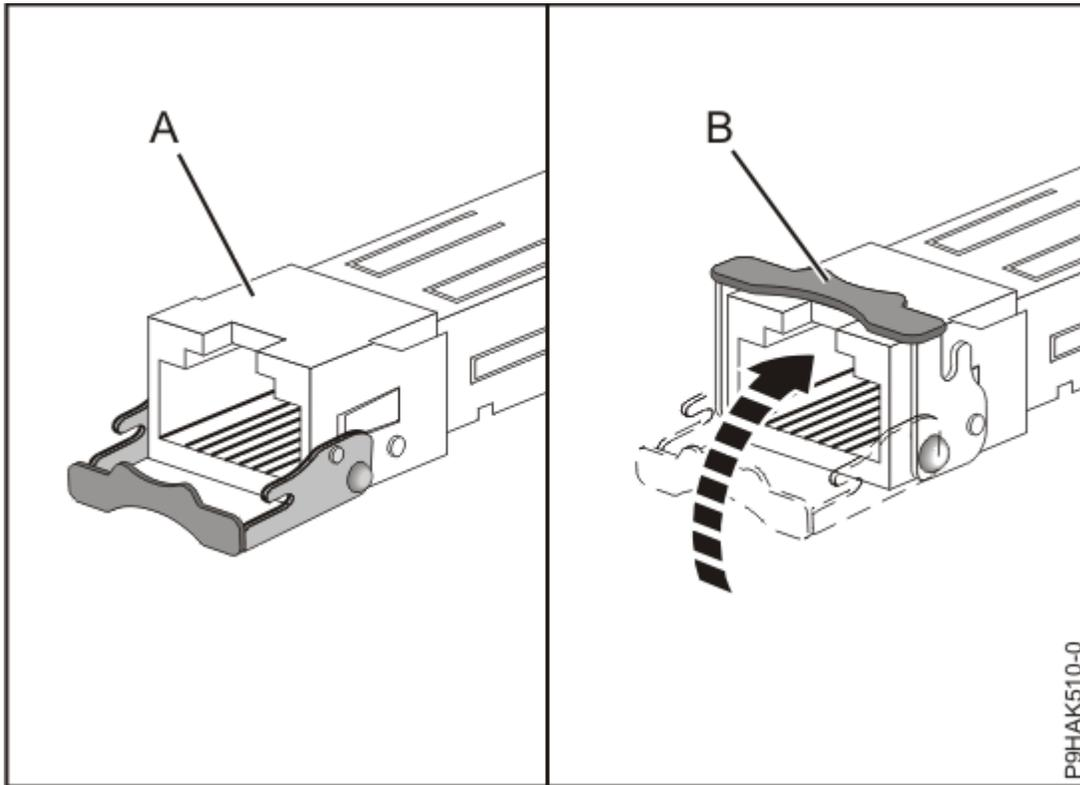

Figure 22. Remplacement d'émetteurs-récepteurs SFP dans la carte
- c) Alors que le loquet **(B)** est en position ouverte, poussez dessus en le faisant pivoter vers le haut et en le rapprochant de la carte, comme illustré dans la Figure 22, à la page 29.